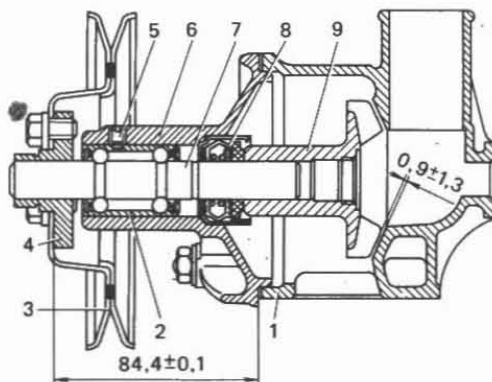

Fig. 2-62. Corte longitudinal de la bomba del líquido de refrigeración:
- desacople el cuerpo de la bomba de la tapa 6 (fig. 2-62);
- desenrosque el tornillo de fijación 5 (fig. 2-62) y saque el cojinete con el eje de la bomba;